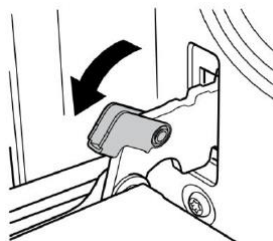

Рис. 1
1. Откройте дверь на максимальный угол и потяните замок спиной к петле двери (рис. 1). Есть два замка с обеих сторон дверцы духового шкафа.